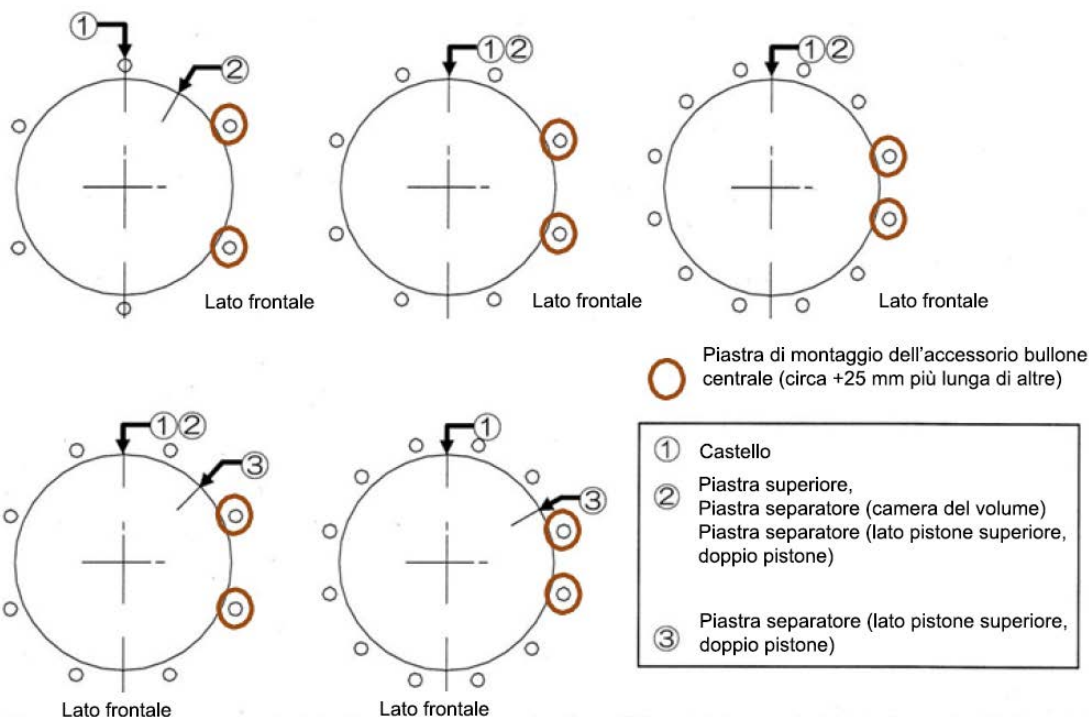

Figura 18 - Posizionamento del bullone centrale
15. Assicurarsi che le posizioni dei collegamenti dell'aria siano corrette. Inserire i bulloni centrali nei fori della piastra superiore e del castello. Montare le rondelle elastiche e i dadi e serrarli leggermente a mano. Montare a mano le rondelle elastiche e i dadi sul lato inferiore del castello. Assicurarsi che la posizione dei bulloni centrali (circa +25 mm più lunghi di altri) per la piastra di montaggio degli accessori, se in dotazione, sia conforme alla Figura 18.